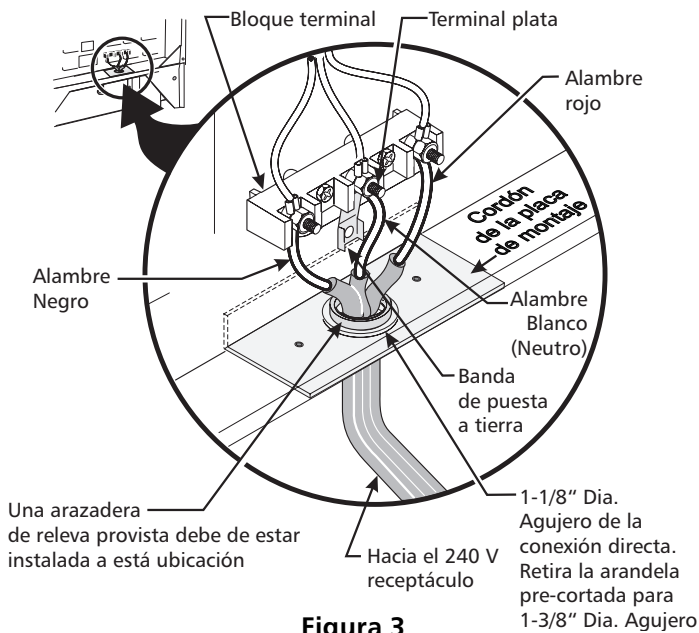

Figura 3
**Nota:** La cocina corrediza fuel dual viene de fabrica con un agujero d diámetro 1 1/8" como muestra en la figura 3. Si un agujero mas largo está necesario retire la arandela pre'cortada.
(Un cordón flexible o cable de 3 conductores debe de ser reemplazado con un cordón flexible o cable de 4 conductores donde la conexión del conductor a tierra al neutro esta prohibida en las nuevas instalaciones, las casas sobre ruedas, los vehículos de recreación o otras áreas donde los códigos locales no permiten la conexión a tierra al neutro.) Si los códigos locales permiten la conexión del conductor de tierra del marco con el alambre neutro del cordón eléctrico de cobre (vea Figura 3).